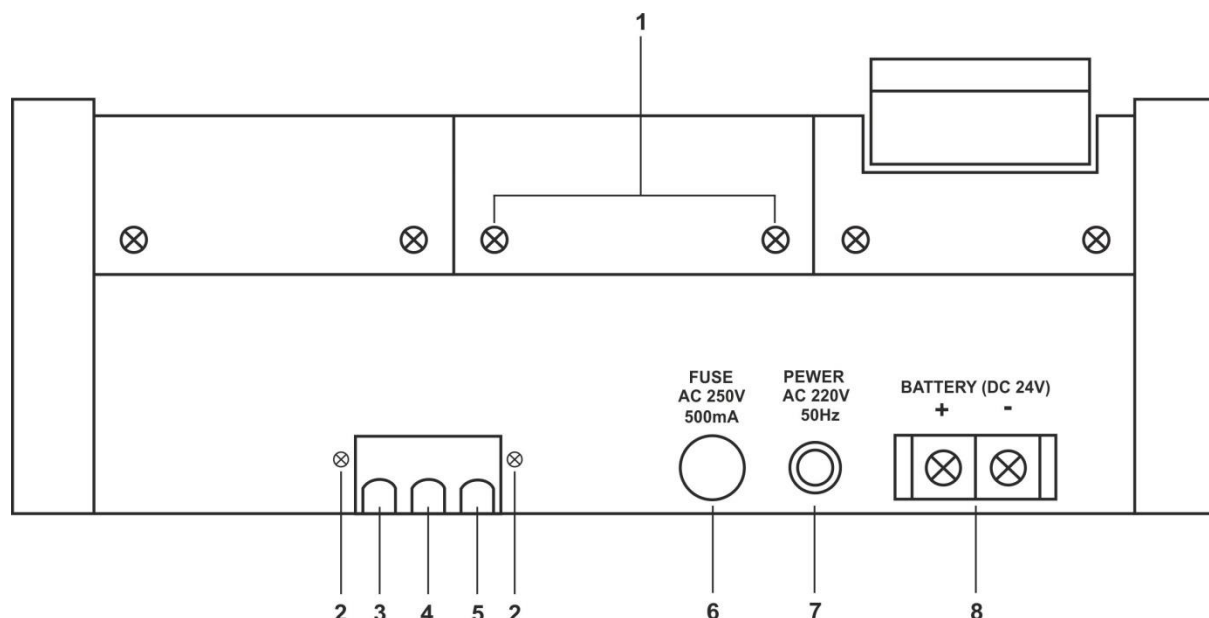

Рисунок 2. Внешний вид задней стороны корпуса пультов громкой связи
На рис.2 приведен внешний вид задней стороны корпуса пультов громкой связи.
1. Отвернуть 2 винта **(1)** (рис.2) на задней стороне корпуса пульта громкой связи и поднять вверх открученную часть верхней поверхности корпуса пульта громкой связи.
2. Отогнуть снизу пластиковую вставку и пропустить через ее выходное отверстие **(4)** (рис.2) кабель с 4-х контактным разъемом, подсоединенный к радиопередатчику МР-811S1.
1. Отвернуть 4 винта **(1)** (рис.2) на задней стороне корпуса пульта громкой связи и поднять вверх открученную часть верхней поверхности корпуса пульта громкой связи.